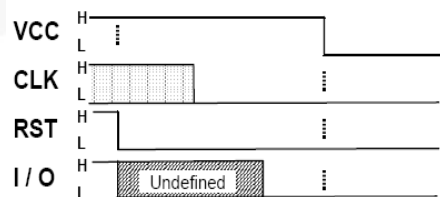

图 16. 禁用(ISO 7816-3 2006)
在SIM卡接触面机械连接之前，为了确保SIM卡电路去激活，IS07816-3 2006制定了事件的去激活顺序，如图16所述。
1. 完成去激活时序（参见图 16）。